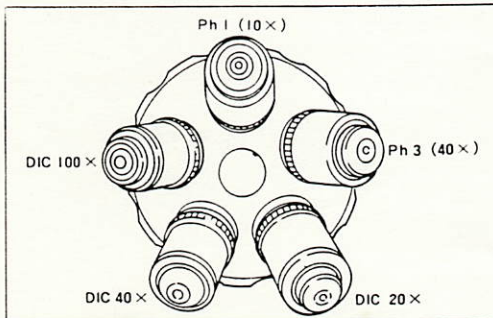

図8
- 1) 対物レンズは図8のように、上から見て時計方向にPh1 (10×), Ph3 (40×), DIC 20×, DIC 40×, DIC 100×の順でレボルバに取り付けておきます。